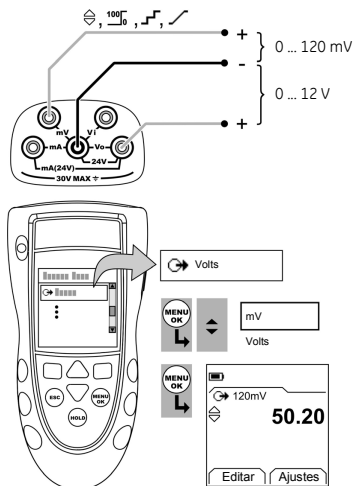

Figura 2: Exemplo de configuração – Alimentar em mV ou volts.
1. Conecte o instrumento (Figura 2) e, se necessário, ajuste o *Conf.* (Tabela 1).